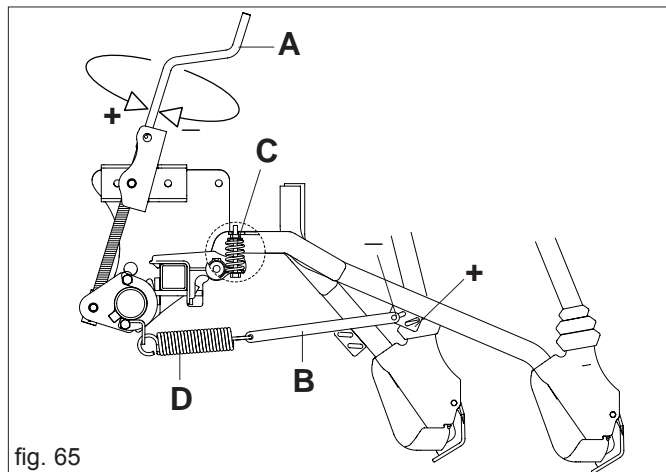
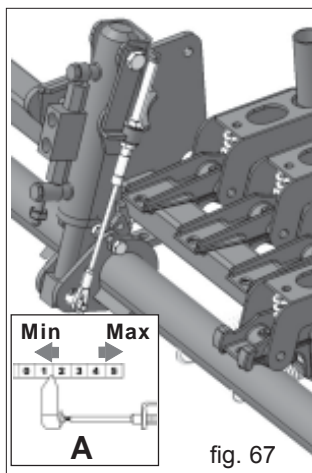

fig. 65
fig. 67
La profondità di semina viene regolata, contemporaneamente per tutti gli assolcatori, tramite una manovella (A, Fig. 65) che consente, se girata in senso antiorario, di esercitare per mezzo delle molle di trazione una maggiore pressione degli assolcatori sul terreno e quindi automaticamente una deposizione più profonda del seme.
Si può ulteriormente regolare la pressione, singolarmente, cambiando la posizione del tirante (B Fig. 65).
Solo con assolcatori a stivaletto è presente una molla (C, Fig. 65) che consente di azzerare il peso del singolo elemento a molla (D) completamente scarica. In questa situazione è possibile eseguire semine superficiali.
A richiesta, la seminatrice può essere dotata di regolazione idraulica della pressione degli assolcatori. Il dispositivo viene montato al posto della vite di regolazione manuale (Fig. 65) e collegato attraverso gli appositi tubi idraulici al distributore (doppio effetto) della trattrice. Agendo sulla leva del distributore della trattrice, viene azionato il dispositivo. Un indice sulla scala di regolazione (A Fig. 67) consente di avere un riferimento puramente progressivo sul valore della pressione degli elementi assolcatori: